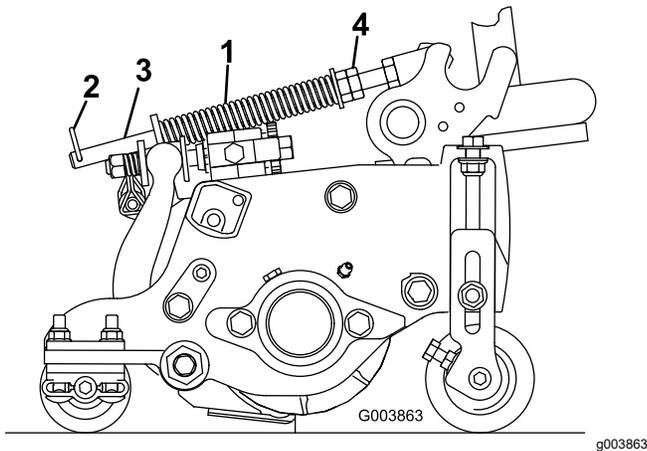

図 18
ターフ補正スプリング 図 18 は、カッティングユニットの前から後ろへの「体重移動」を行う働きがあります。これにより、マーセリングやボビングと呼ばれる「波打ったような」仕上がりを防いでいます。
1. スプリングロッドの後穴にヘアピンコッターを忘れずに取り付けてください 図 18。
2. スプリングロッド前部の六角ナットを締めて、スプリング圧縮状態の長さが以下の通りになるようにする5" カッティングユニットでは 12.7 cm 7" カッティングユニットでは 15.9 cm 図 18。